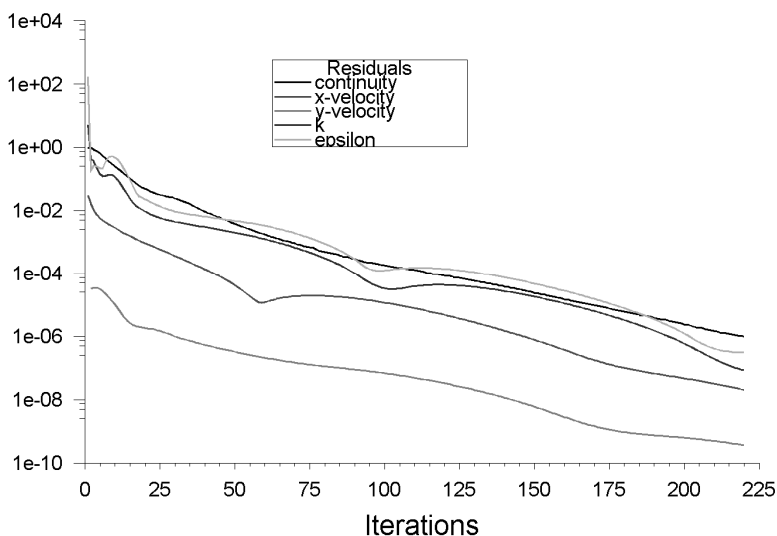

Рис. 2.18
- 4) Невязки на каждой итерации будут выводиться в окно консоли и строиться в виде зависимостей от номера итерации в графическом окне, рис. 2.18. Решение сойдется за 220 итераций. Здесь понадобилось больше итераций, чем при решении задачи о ламинарном течении, т.к. здесь была использована более мелкая разностная сетка.